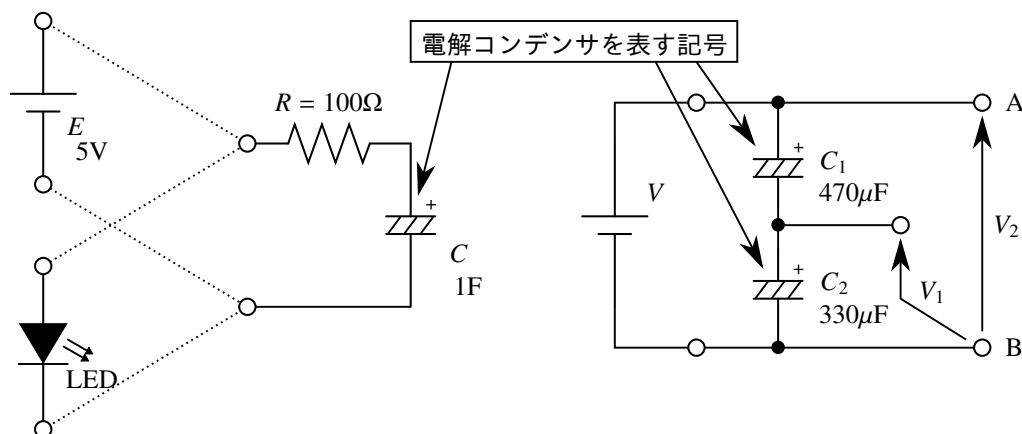

図 3-2 コンデンサの充電実験回路
1. 基本回路 (図 3-2(a)) をもとに、ブレッドボード基板 (以下、基板とする) 上に回路を組み立てる。
5. 図 3-2(b) の回路を基板上に組み立てる。 $C_1$ 、 $C_2$  の電解コンデンサの両端の電圧 ( $V_1$ 、 $V_2$ ) をオシロスコープで測定せよ。その際、直流電源電圧  $V$  を、 $0[\text{V}]$  から出発し  $5[\text{V}]$  になるまで、ゆっくりと変化させよ。最初から  $5[\text{V}]$  の電圧を加えないこと。